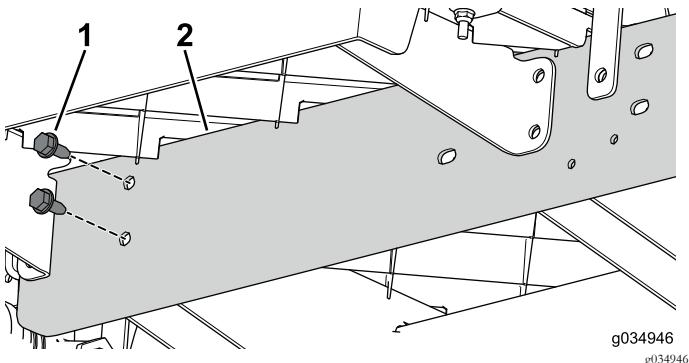

図 26
6. 車体前部のセンターチャネルに、エクステンションレールを仮止めするボルト5/16 x 3/4インチ2本を使う図26。